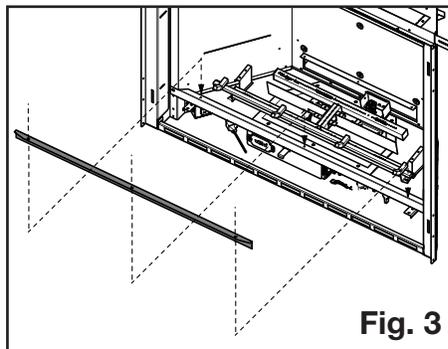

Fig. 3
- 6. a) Lors de la conversion au gaz naturel (AX42 uniquement), le déflecteur d'air avant doit être retiré (Fig. 3).
b) Lors de la conversion au gaz naturel (AX42 uniquement), le déflecteur d'air avant doit être installé (Fig. 3).
- 8. Retirer les 2 vis du régulateur de soupape, remplacer par celui fourni (Fig. 3).